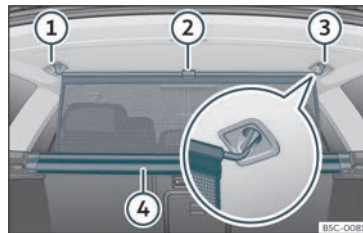

Fig. 131 Nel bagagliaio: agganciare la rete divisoria.
- Tirare verso l'alto la linguetta >>> **fig. 131** (2) per estrarre la rete dalla scatola (4)
- Fissare la rete divisoria sul lato destro o sinistro (3) (immagine ingrandita).
- Fissare la rete divisoria nell'alloggiamento del lato opposto (1) tirando la barra.